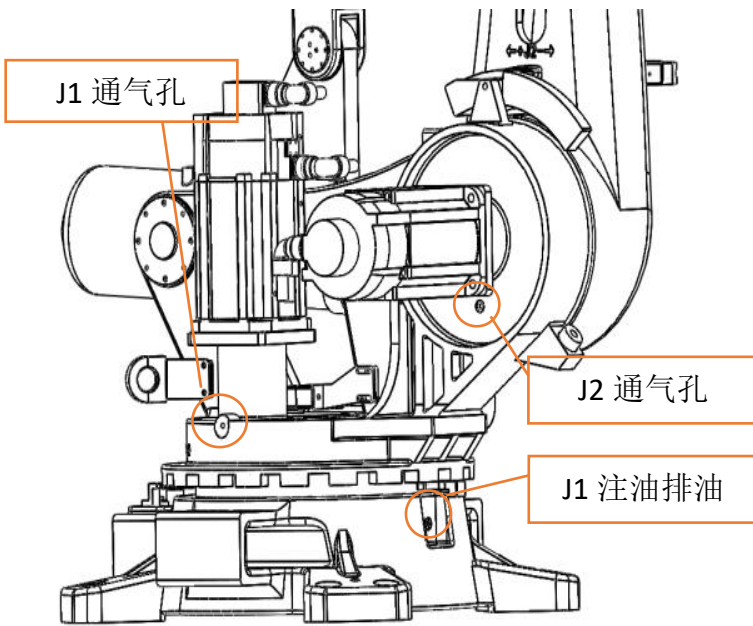

图 3.1
1)J1 轴换油图 3.1 示,机器角度: 任意即可
2)J2 轴换油图 3.1、3.2 示,J2 机器角度: J1:0° J2: -60° J3: 20° J4 任意